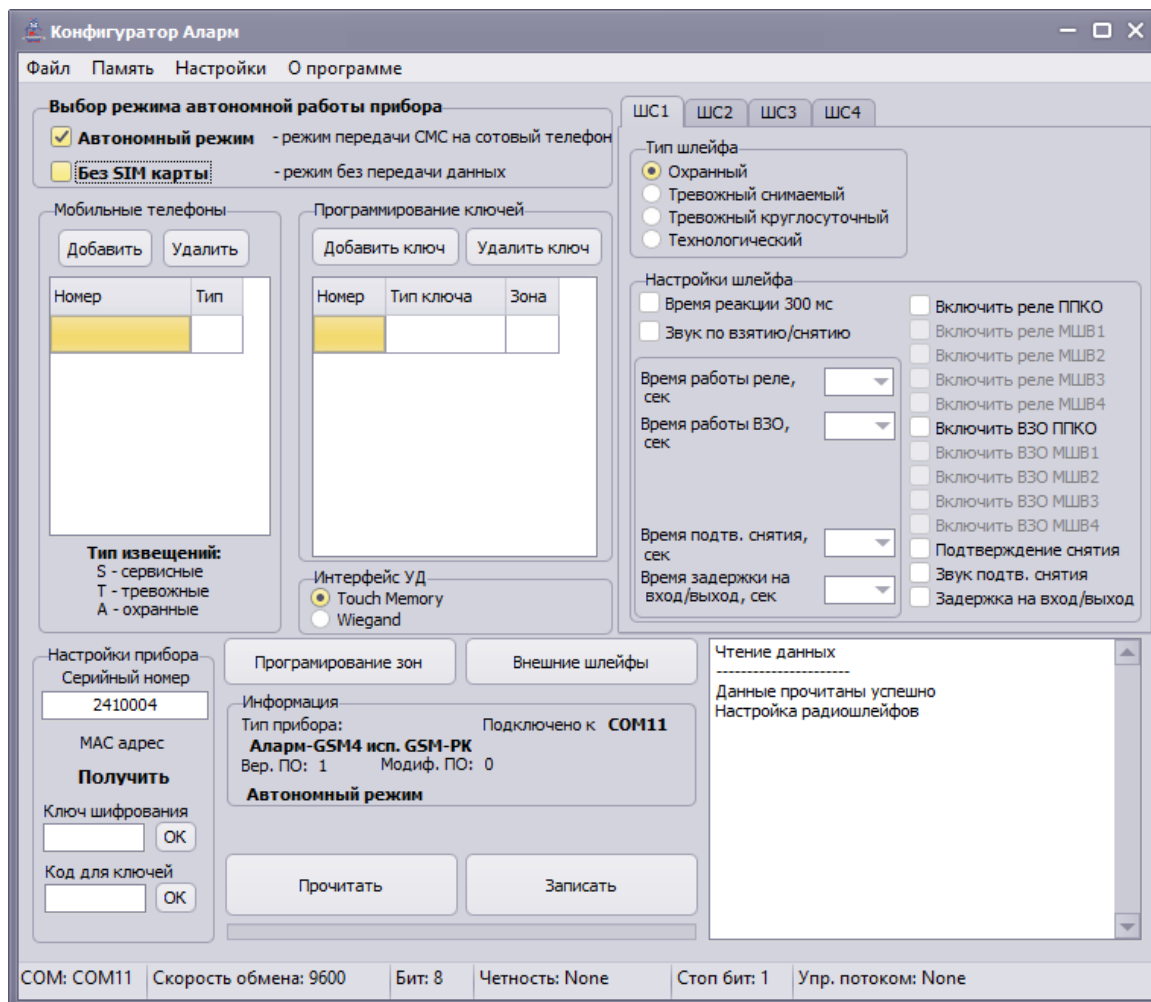
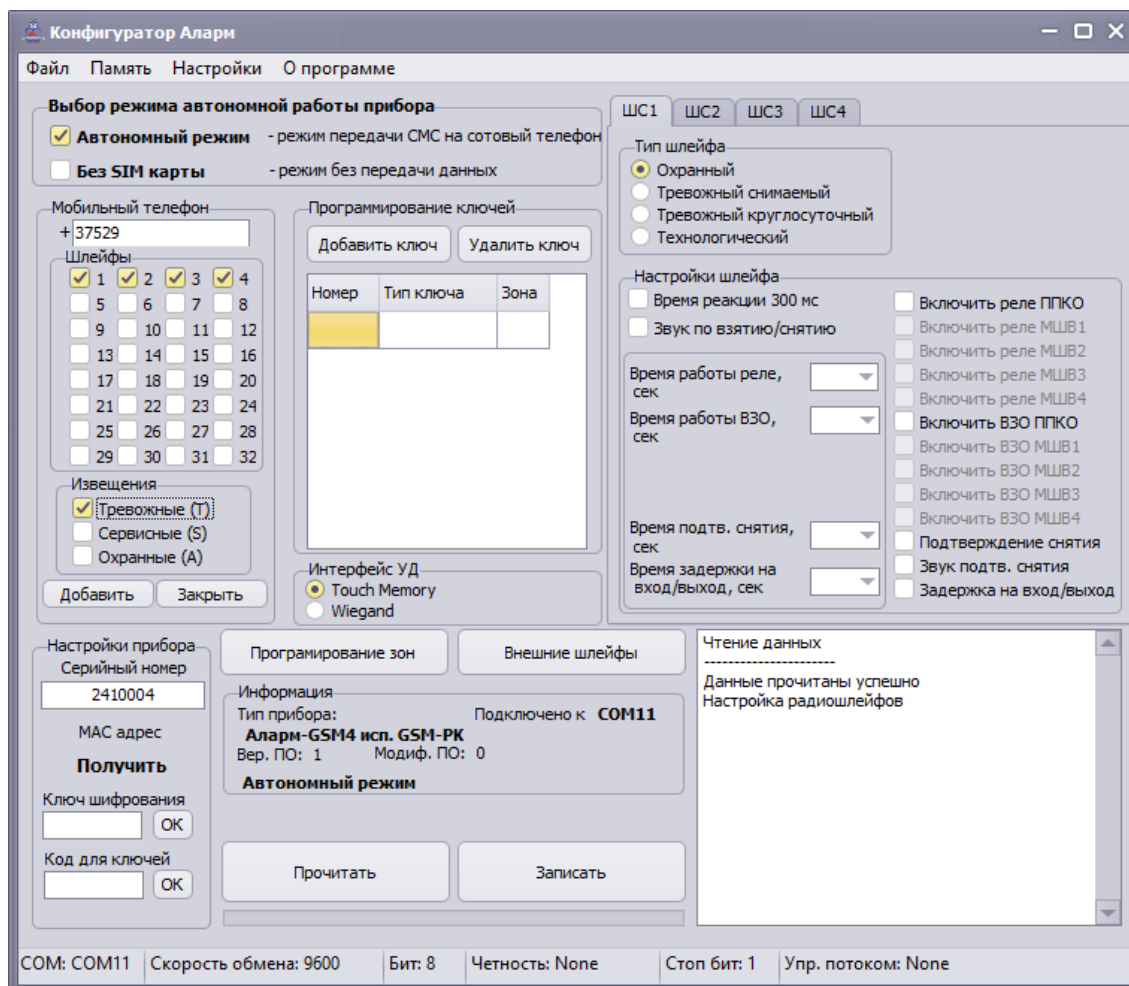

Рисунок 23
Рисунок 24
4.4.1 Выберите «Автономный режим» в появившемся поле «Мобильные телефоны» (рисунок 23) нажмите кнопку добавить, затем введите номер телефона в международном формате (Например – 37529XXXXXXX), укажите номера ШС и тип событий, при возникновении которых будут отправляться SMS на указанный номер телефона (рисунок 24) нажать кнопки «Добавить» и «Заккрыть».